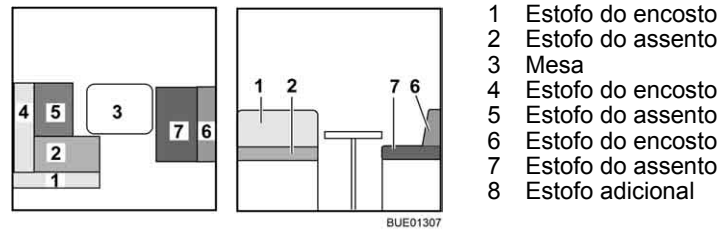

Fig. 140 Antes da transformação
- Transforme a mesa (Fig. 140,3) em base para cama (ver ponto 6.11).
- Retire os estofos do encosto (Fig. 140,1 e 4) e coloque-os de lado.